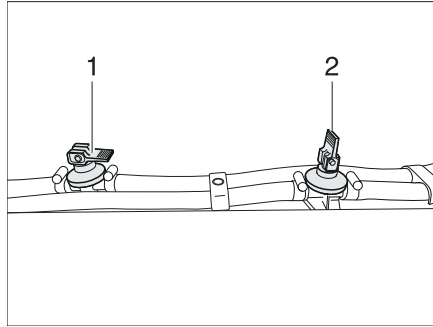

Fig. 291 Llave de desagüe
- Cerrar todas las llaves de desagüe. Colocar para ello el balancín (Fig. 291,1) en posición horizontal.